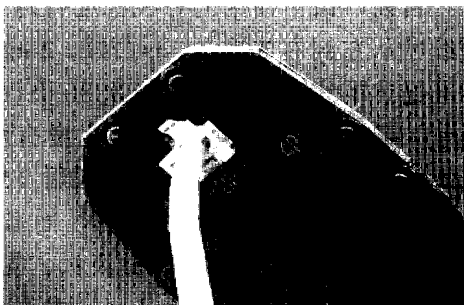

图 1-15 压制
(6) 压制：确认所有导线都到位，并透过水晶头检查一遍线序无误后，就可以用压线钳压制 RJ-45 头了。将 RJ-45 头从无牙的一侧推入压线钳夹槽后，用力握紧线钳（如果力气不够大，可以使用双手一起压），将突出在外面的针脚全部压入水晶并头内，如图 1-15 所示。
(7) 测试：把在 RJ-45 两端的接口插入测试仪的两个接口之后，打开测试仪可以看到测试仪上的两组指示灯都在闪动。若测试的线缆为直通线缆的话，在测试仪上的 8 个指示灯应该依次为绿色闪过，证明了网线制作成功，可以顺利地完成任务数据的发送与接收。若测试的线缆为交叉线缆的话，其中一侧同样是依次由 1~8 闪动绿灯，而另外一侧则会根据 3、6、1、4、5、2、7、8 这样的顺序闪动绿灯。